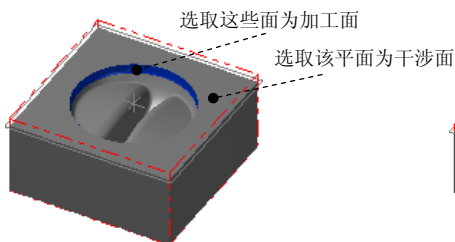

图 4.21 设置加工区域
Step2. 设置加工区域。在图形区中选取图 4.21 所示的曲面（共 4 个），然后按 Enter 键，
系统弹出“刀具路径的曲面选取”对话框。单击干涉面区域中的按钮，选取图 4.21 所示的面为干涉面，然后按 Enter 键。